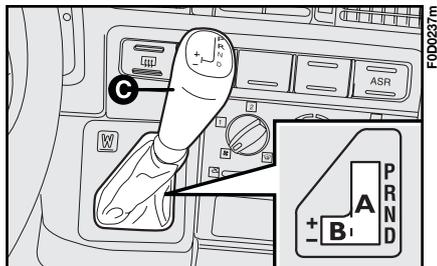

fig. 4
La característica principal de este cambio es la posibilidad de utilizarlo en modo automático o manual secuencial. El modo de funcionamiento se selecciona posicionando la palanca del cambio en el lado derecho **A-fig. 4** (cambio de marchas automático) o en el sector izquierdo **B** (cambio de marchas manual secuencial).
Para el funcionamiento automático, ponga la palanca del cambio en el sector derecho **A-fig. 4** en una de las cuatro posiciones:
Para evitar acoplamientos accidentales, la palanca del cambio sólo puede ponerse en posición **P** presionando el pulsador **C-fig. 4**.
**ADVERTENCIA** La palanca puede moverse únicamente desde la posición **P** presionando el pulsador **C**-fig. 4 y pisando el pedal del freno.
Para evitar acoplamientos accidentales, la palanca sólo puede ponerse en esta posición presionando el pulsador **C**-fig. 4.
Para activar el funcionamiento manual secuencial mueva la palanca hacia el sector izquierdo **B-fig. 4**; tiene dos posiciones: